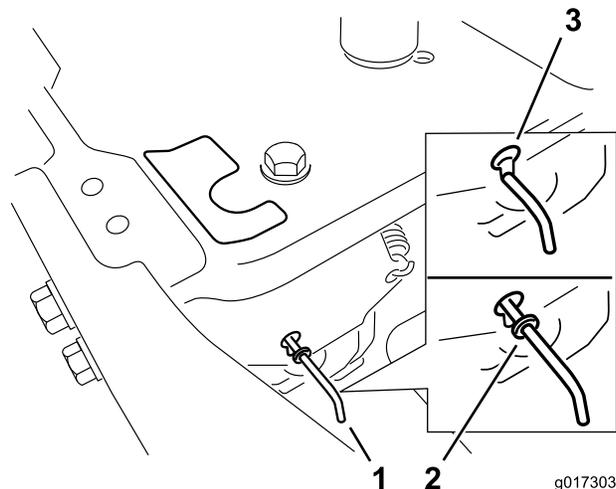

Figure 25
- Déplacez les leviers de dérivation en avant à travers le trou de clavette et vers le bas pour les verrouiller en position (Figure 25).
Déplacez les leviers de dérivation en arrière à travers le trou de clavette et vers le bas pour les verrouiller en position, comme montré à la Figure 25.